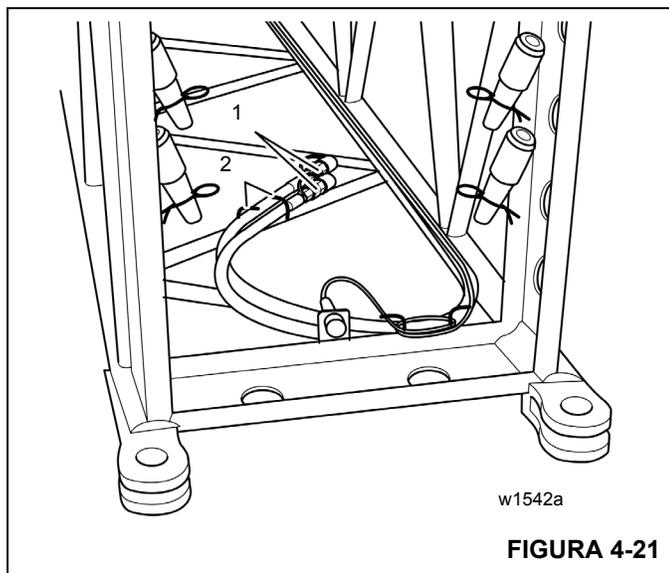

FIGURA 4-21
Na parte traseira dos insertos de 8 m (26 pés) há duas mangueiras hidráulicas (1) com engates rápidos. Essas mangueiras hidráulicas podem ser conectadas à cabeça da lança principal ou a um segundo inserto de 8 m (26 pés) (Figura 4-21).
Para transporte, as mangueiras hidráulicas são armazenadas nos suportes (2) (Figura 4-21).